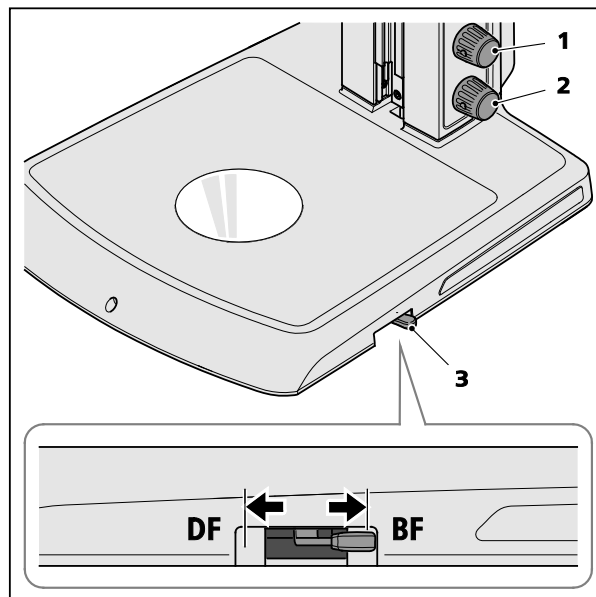

Рисунок 4 Обслуживание устройства проходящего света
- Включить осветитель проходящего света нажатием на нижнюю поворотную ручку (рисунок 4/2) и настроить интенсивность освещения вращением этой ручки.
- Изменением позиции рычага (рисунок 4/3) можно переключить между режимом светлопольного (BF) и всестороннего тёмнопольного (DF) освещения.
Нажатием/поворотом верхней ручки освещения (рисунок 4/1) настроенному проходящему свету можно примешивать варьируемую долю отражённого света.